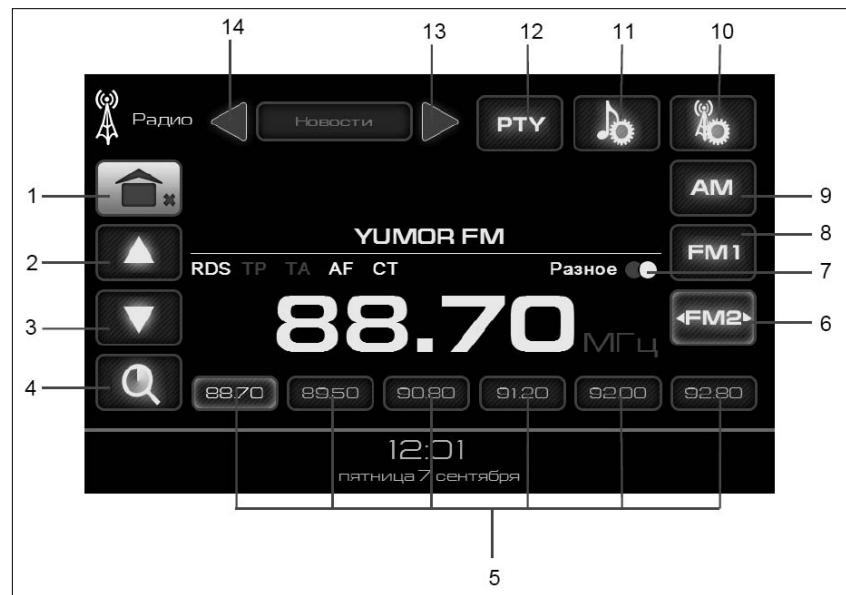

Рис. 3. Окно режима «Радио»
- Кнопки **AM**, **FM1**, **FM2-FM4** (рис. 3) позволяют выбрать необходимый диапазон работы:
Длительное удерживание кнопки **1** (рис. 3) приводит к выходу в главное меню с выключением звука радиоприемника. Короткое нажатие кнопки **1** (рис. 3) позволяет перейти в главное меню, не выключая **Радио**.
Для включения автоматической настройки (автопоиска) вверх (вниз) по частоте нажмите кнопку **▲** (2) или **▼** (3) (рис. 3) и удерживайте ее более 2-х секунд. После настройки на радиостанцию автопоиск прекратится.
Последовательным коротким нажатием кнопок **▲** (2) или **▼** (3) (рис. 3) установите требуемую частоту настройки.
Для включения автоматического сканирования и сохранения радиостанций нажмите и удерживайте в течение 2-х секунд кнопку **4** (рис. 3), после этого радиоприемник автоматически настроится на частоты восемнадцати станций и запомнит их. После сохранения радиостанций радиоприемник автоматически переключится в режим прослушивания первой сохраненной радиостанции.
в течение 2-х секунд одну из кнопок **5** (рис. 3). Переключение на сохраненную радиостанцию осуществляется коротким нажатием на одну из кнопок **5** (рис. 3).
При стереофоническом приеме на дисплее высвечивается символ **OO** кнопка **7** (рис. 3). Нажав кнопку **7** (рис. 3), можно принудительно переключить радиоприемник в **Монорежим**.
Для выбора типа программ при приеме **RDS**-станций нажмите кнопку **PTY** (рис. 3). (После нажатия должна включиться подсветка кнопки **PTY***). Кнопки **◀** (13) и **▶** (14) (рис. 3) позволяют выбрать тип программы, которая будет использоваться в режиме автоматического поиска радиостанции.
Для автоматического поиска радиостанции, передающей выбранный тип программы, нажмите и удерживайте в течение 2-х секунд кнопки ▲ (2) или ▼ (3) на рис. 3.
Для выключения автоматического поиска по типу станции нажмите кнопку **PTY** (рис. 3).